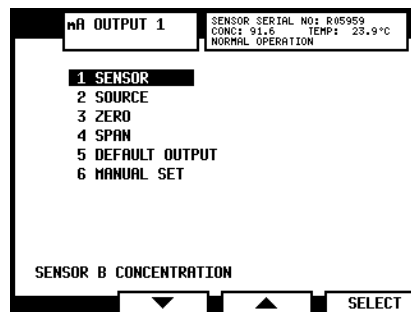

Abbildung 6.10 Das Ausgangs-Menü für mA-Ausgang 1
- Wählen Sie nun den mA-Ausgang 1 oder 2, um zum Ausgangs-Menü (Abbildung 6.10, unten) zu gelangen, wo der Ausgang konfiguriert werden kann.
- Hinweis:** Die Zeile am unteren Rand des Ausgangs-Menü-Bildschirms zeigt die derzeitige Konfiguration des ausgewählten mA-Ausgangs an, z.B. in Abbildung 6.10 wurde der mA-Ausgang 1 so konfiguriert, daß er den Konzentrations-Anzeigewert von Sensor B übermittelt.